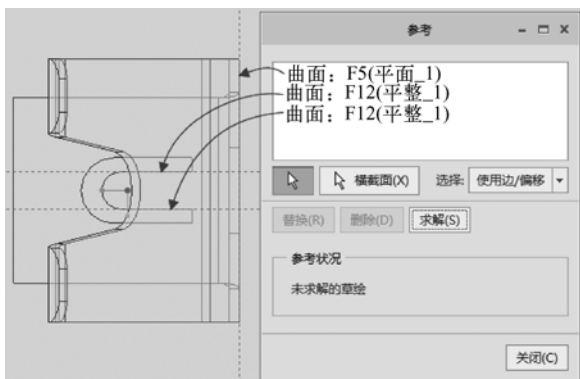

图 5-75 指定绘图和标注参考
(4) 在“折弯”选项卡中打开“折弯线”面板，单击“草绘”按钮，进入草绘器，在“图形”工具栏中选择 （隐藏线）显示样式，并利用“参考”对话框指定图 5-75 所示的绘图和标注参考，单击“关闭”按钮。